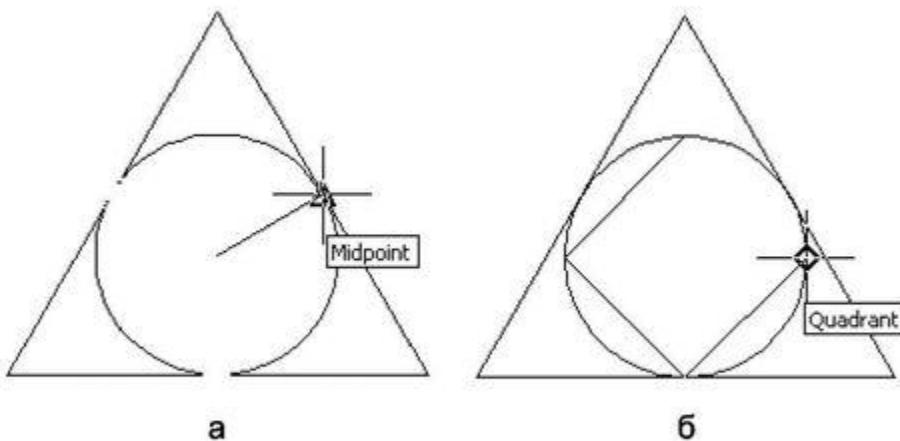

Рис. 3.40. Построение окружности и вписанного в нее квадрата
5. Теперь необходимо назначить точки знакомства, подведя перекрестье курсора поочередно к серединам трех сторон треугольника с небольшой задержкой до появления информационной подсказки (рис. 3.40а).
6. Далее нужно переместить перекрестье курсора к геометрическому центру треугольника и задержаться там до тех пор, пока направляющие, исходящие из трех точек знакомства, не пересекутся и не появится соответствующая информационная подсказка (рис. 3.40б).